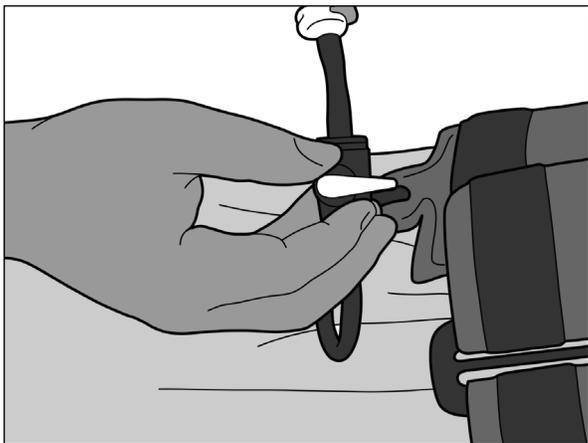

Рис. 14
1. Убедитесь, что запорный клапан расположен перпендикулярно трубке (рис. 14).